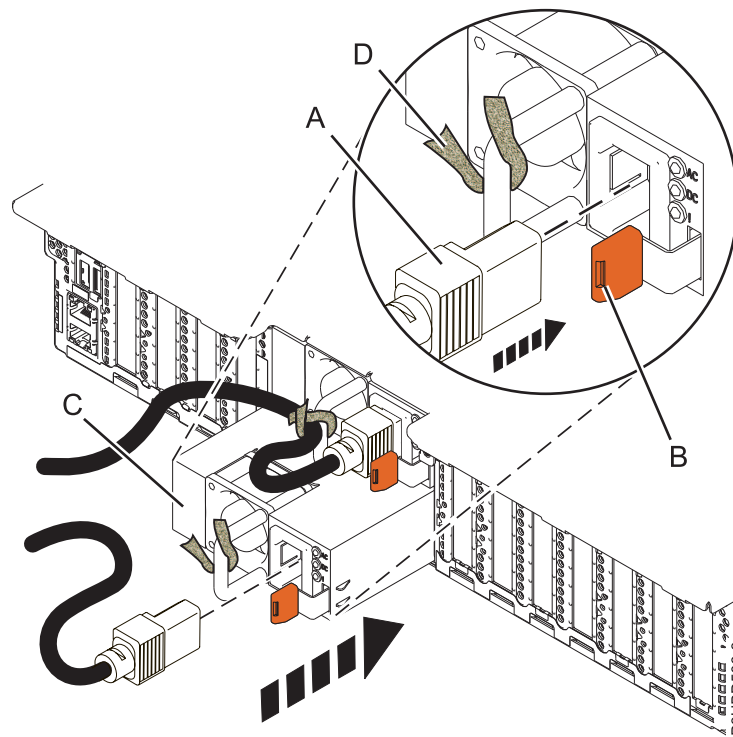

Figura 5. Sustitución de una fuente de alimentación del sistema
3. Alinee la fuente de alimentación (C) con la bahía e inserte la fuente de alimentación en el sistema hasta que el pestillo de color terracota (B) quede encajado en su posición, tal como se muestra en Figura 5.
4. Enchufe el cable de alimentación (A) a la fuente de alimentación (C), tal como se muestra en Figura 5.
5. Mediante el cierre de velcro (D) enrolle el cable de alimentación en el asa de la fuente de alimentación, tal como se muestra en Figura 5.